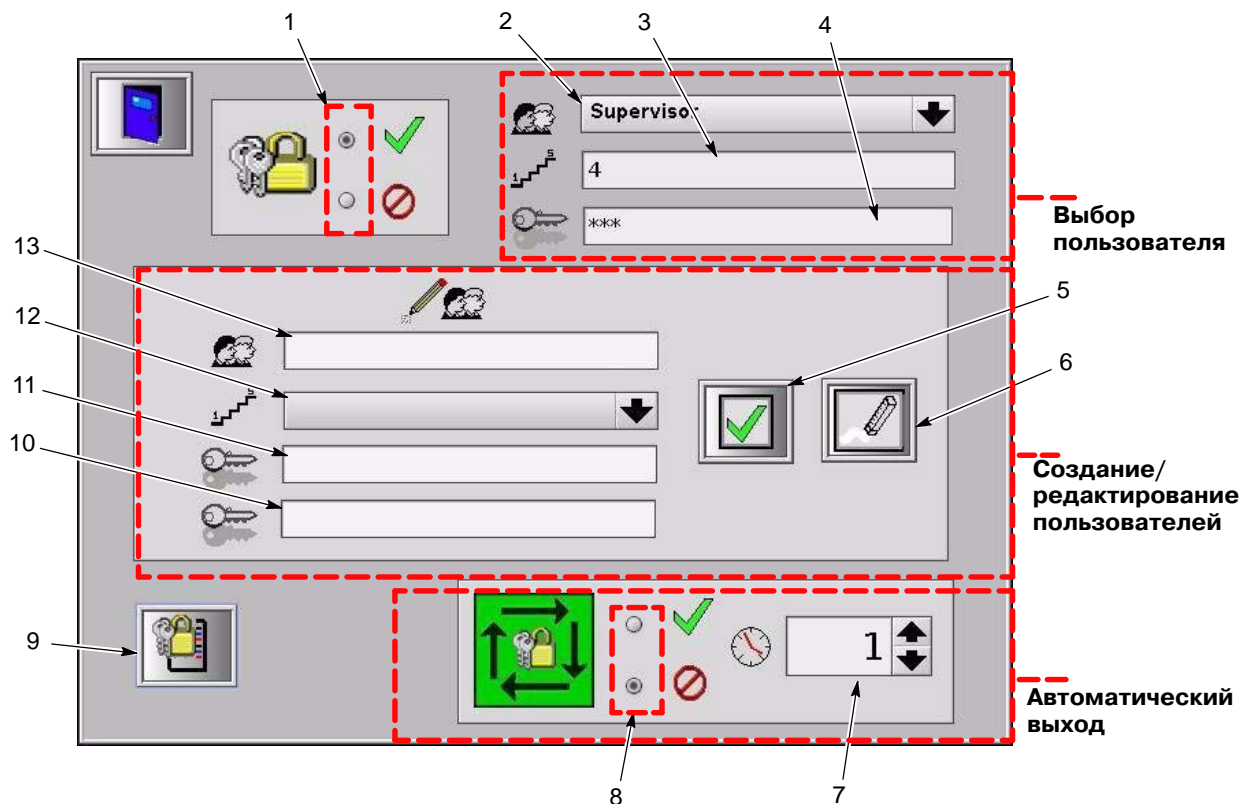

Рис. 2-5 Окно конфигурирования безопасности
См. рис. 2-5. Коснувшись кнопки **Конфигурирование** в окне регистрации входа, открыть окно конфигурирования безопасности.
См. рис. 2-5. Для создания нового пользователя используются поля в области создания/редактирования пользователей:
См. рис. 2-5. Автоматический выход доступен только для пользователей уровня супервизора (уровень 4). Для настройки автоматического выхода:
См. рис. 2-5. Коснувшись кнопки **Журнал безопасности** (9), открыть журнал безопасности. Файл журнала содержит перечень имен пользователей с данными о времени их входа и выхода.